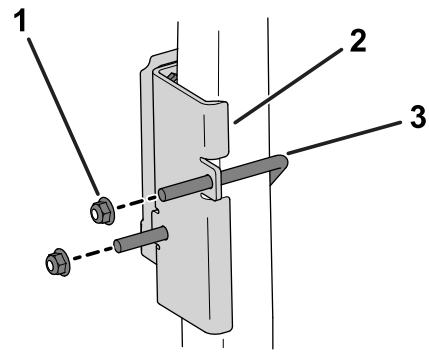

Figura 6
2. Utilice un perno en U y 2 tuercas con arandela prensada ( $\frac{3}{8}$ ") para sujetar el soporte del dispositivo encima del tubo del manual de la barra antivuelco (Figura 6).